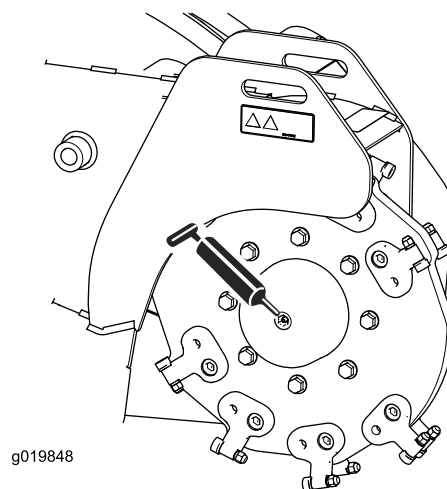

Figure 27
4. Raccordez une pompe à graisse à chaque graisseur (Figure 27 à Figure 29).